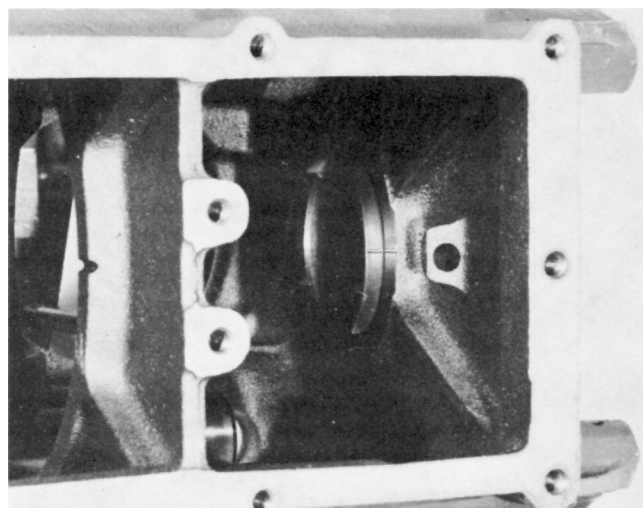

Figure 29. Ajustement du palier avant, MD3B
4. Retirer le demi-palier tout droit vers l'arrière, d'environ 10 mm, et marquer un trait de repère sur la face extérieure de ce demi-palier, ainsi qu'un trait de repère correspondant sur le bloc (voir figure 29).